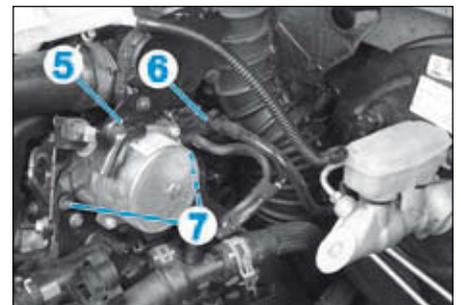

FIG.19
- la patte de maintien (5) (Fig.19).
- Désaccoupler la durit (6).
- les vis (7),